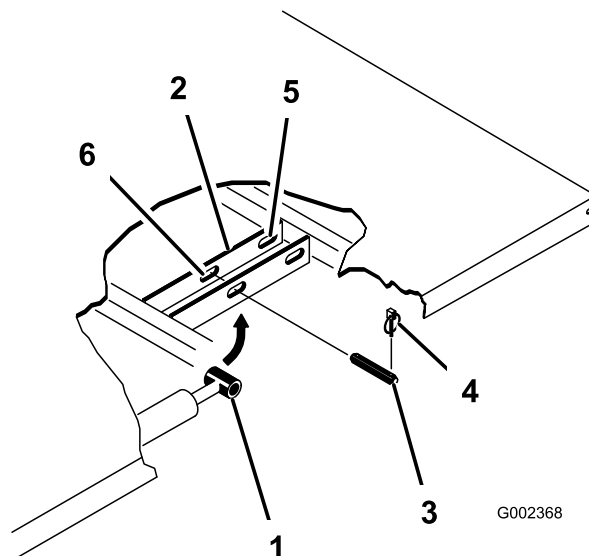

Figura 23
4. Îndepărtați tifturile cu cap și gaură care fixează capetele tijei cilindrului pe plăcile de montare platformă împingând tifturile spre interior (Figura 23).
5. Îndepărtați cuiele de osie și tifturile cu cap și gaură care fixează suportii pivot de canalele cadrului (Figura 23).
3. Îndepărtați cuiele de osie de la capetele exterioare ale tifturilor cu cap și gaură tijă cilindru (Figura 23).